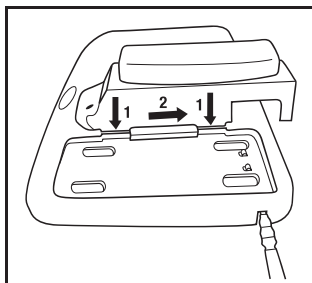

Fig. 1b
- Cargador de batería para 4 estaciones 3M™ TR-944N: Inserte la Celda de carga de la batería 3M™ TR-640 en uno de los puertos de carga en el TR-944N y deslice la parte posterior para asegurarla en su lugar (Fig. 1b). (**NOTA:** El cable de corriente TR-941N no se usa con el TR-640 cuando se usa el Cargador para 4-station estaciones.) Inserte el cordón para corriente CD provisto con el kit en la base de 4 estaciones. Conecte el cable de corriente en una fuente de energía CA (100-240V), como una entrada de corriente en la pared. Puede cargar simultáneamente cualquier combinación hasta de 4 Baterías 3M™.